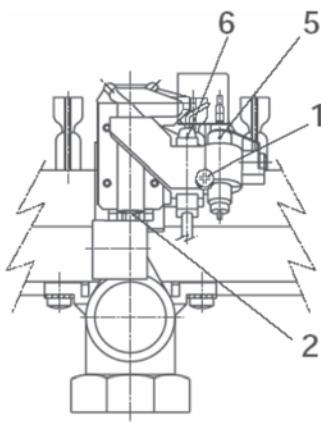

рис.4
3. Выкрутите винт 1 (рис. 4), демонтируйте пилотную горелку.
4. Замените форсунку 2 (рис. 4) инжектора пилотной горелки.
9. Установите пилотную горелку с опорной пружиной, убедитесь, что термоэлемент 5 и воспламенительная свеча 6 (рис. 4) установлены корректно.